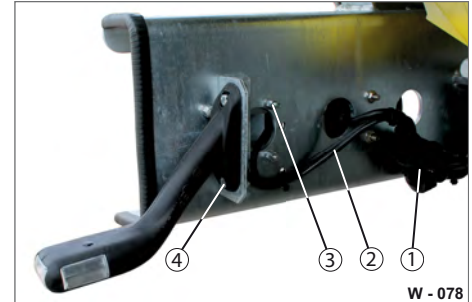

Abb. 76 Heckbeleuchtung, Befestigung
- ▶ Lösen Sie die entsprechende Schraubverbindung (Abb. 76/1, 3, 4).
- ▶ Trennen Sie den entsprechenden Verbindungskabel (Abb. 76/2).